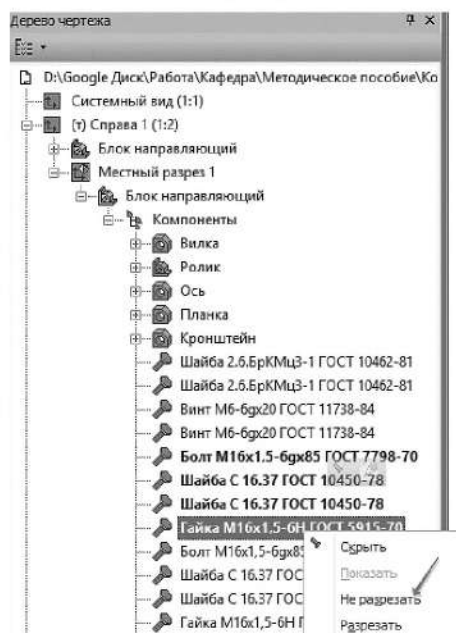

Рисунок 4.29. Применение команды Не разрезать для стандартных изделий
2.2.9 Щелкните правой кнопкой мыши на любом из выделенных компонентов и вызовите из контекстного меню команду **Не разрезать** (рисунок 4.29).